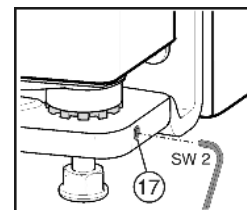

Fig. 12
- ▶ Skru ut gjengestiften Fig. 12 (17) et lite stykke (maks. en omdreining!).
- ▶ Trekk til igjen gjengestiften Fig. 12 (17), slik at lagerbukken sitter godt fast.